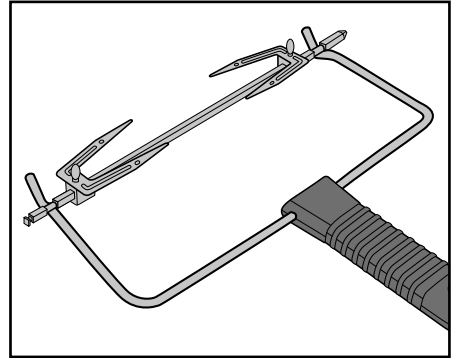

Fig. 3 : Accrochage de la pince **12** avec le tournebroche **16**
- Pour retirer le tournebroche chaud **16**, saisissez-le avec le crochet situé à l'extrémité de la pince **12** dans les rainures du tournebroche **16** (fig. 3) :